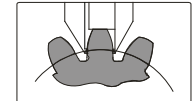

Abb.4
- Den Messschieber so bewegen, dass die horizontale Messbacke die linke Seite des gemessenen Zahnrads berührt. Drehen Sie das Feineinstellrad, um die Backe so zu bewegen, dass die andere Backe die rechte Seite berührt (Abb.4), ziehen Sie die Feststellschraube an, nehmen Sie den Messschieber ab und ermitteln Sie die Sehnenstärke.